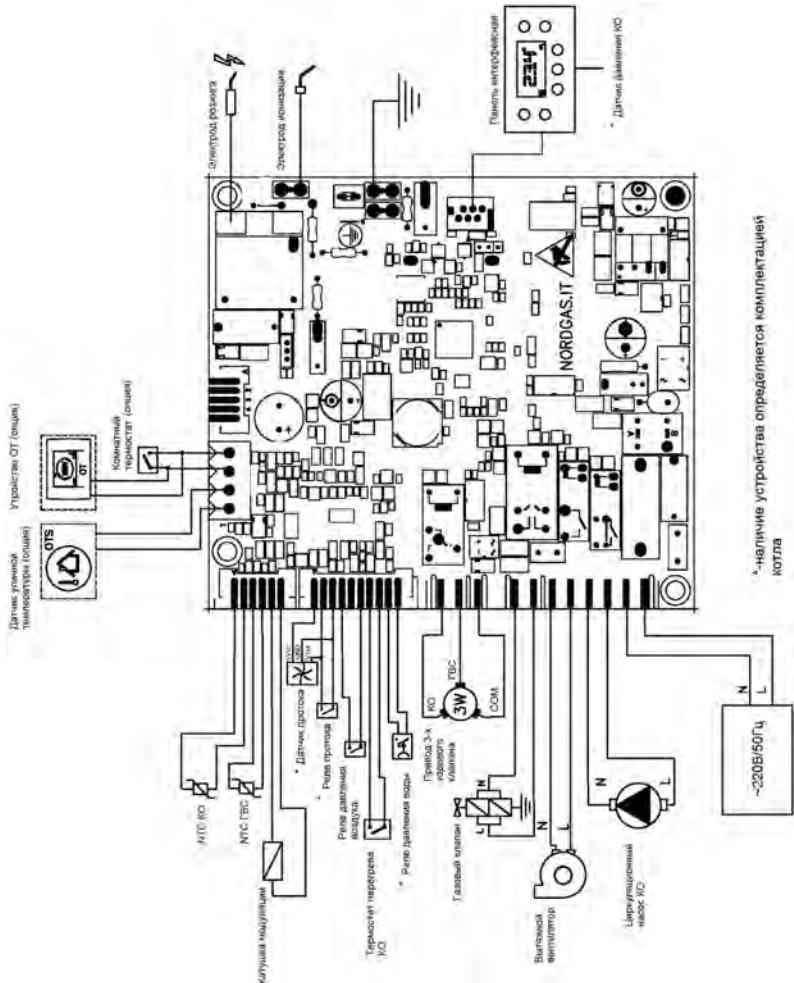

Рис. 12. Схема электрических подключений
- проденьте двухпроводной кабель, идущий от выносной панели, через проходную муфту 9 в корпусе и подключите его к клеммам 1 и 2 (рисунок 12);